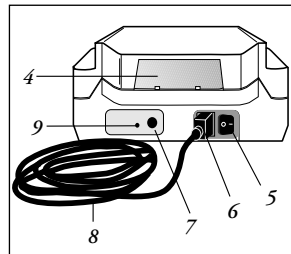

Figure 2
- Insérer le cordon électrique approprié dans la prise de courant **Figure 2**.